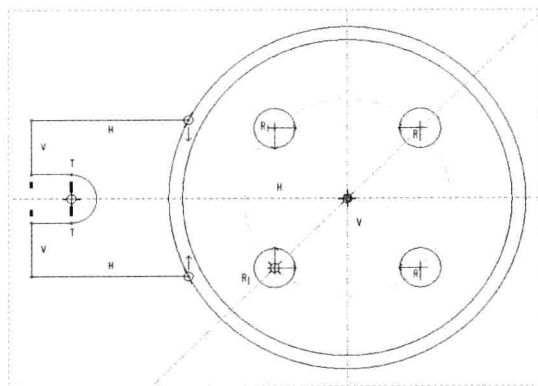

图 13-54 对称约束图形
Step 14 在“功能区”选项板的“草绘”选项卡中，单击“约束”面板中的“对称”按钮，在绘图区对称约束水平中心线两侧的直线，如图 13-54 所示。